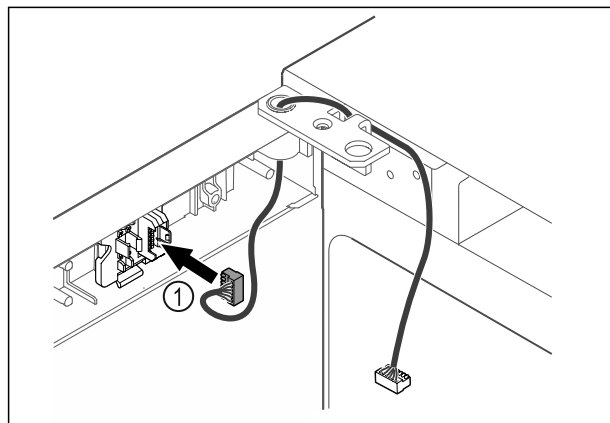

Fig. 48
- ▶ Вставьте штекер Fig. 48 (1) в держатель.